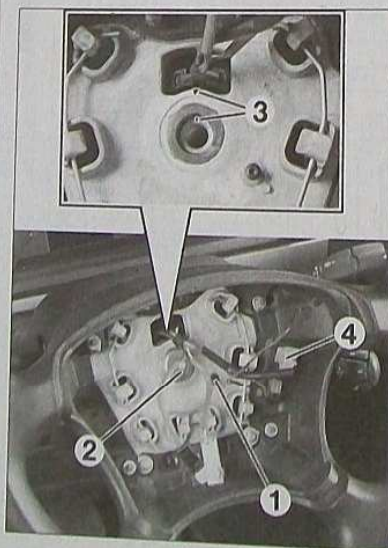

FIG.2
- Déposer la vis de fixation (1) ou débrancher la cosse du fil de masse au centre du volant, suivant version (Fig.2).
- Desserrer la vis de fixation (2) du volant de quelques tours.
- Déposer la vis de fixation (2) du volant.